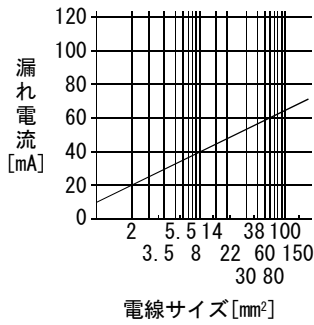

図14.1 CVケーブルを金属配線した場合の1kmあたりの漏れ電流例 (Ig1, Ig2)
- Ig1 : 漏電ブレーカからサーボアンプ入力端子までの電路の漏れ電流 (図14.1から求めます)
- Ig2 : サーボアンプ出力端子からサーボモータまでの電路の漏れ電流 (図14.1から求めます)